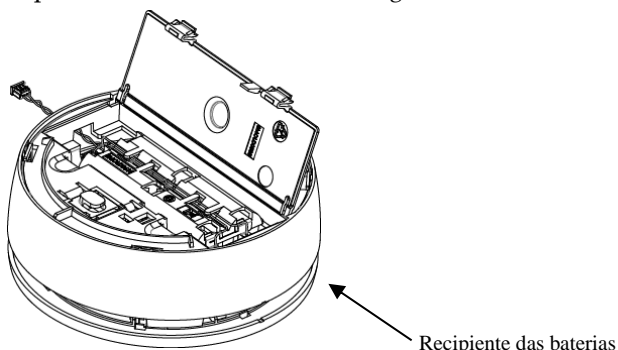

Figura 8
4. Abra a tampa do compartimento das baterias (ver Figura 8).